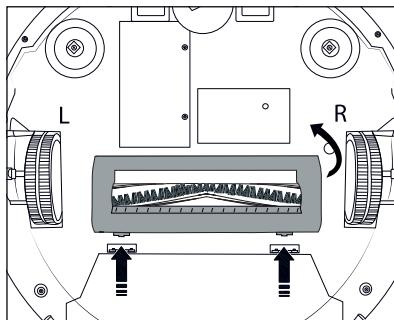

Fig. 14
- ♦ Tryk på de to oplåsningsknapper på børsterulleafdækningen 15 for at løsne dem. Tag børsterulleafdækningen 15 af produktet (se fig. 14).